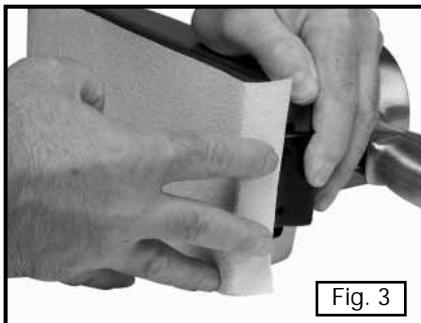

Fig. 3
2. Estire la hoja abrasiva sobre el cojin como está ilustrado en la Fig. 3, y doblela por la orilla del cojín.